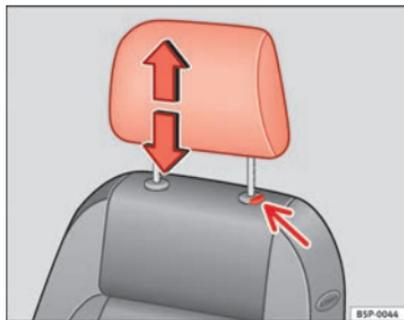

Fig. 70 Réglage ou dépose de l'appuie-tête
- Appuyez sur le bouton ⇒ fig. 70 (flèche).